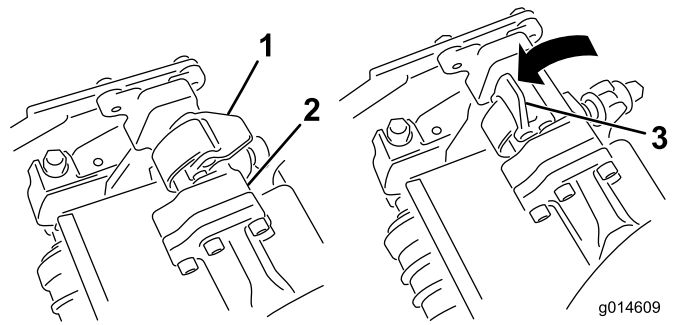
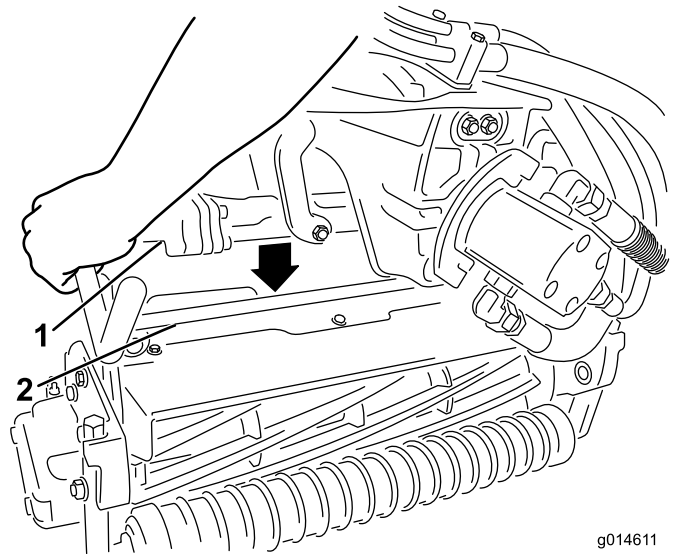

図 32
図 33
3. サスペンション・アームのバーについているラッチを上向き (開いた状態) にして (図 32)、サスペンション・アームを押し下げて、バーを、カッティングユニットのバーの上に被せるようにする (図 33)。
4. ラッチを下げて閉じるとカッティングユニットのバーがロックされてユニットがアームにセットされる (図 32)。
4. 取り外したいカッティングユニットのサスペンション・アームのバーについているラッチを開く (図 32)。